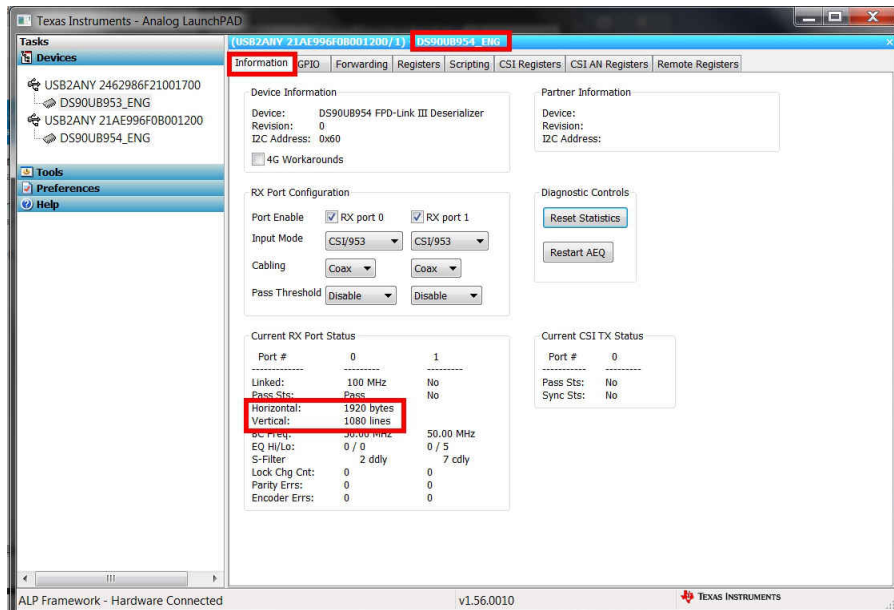

图 3-39. 在 ALP 中验证摄像头初始化
7. 导航到 DS90UB954 (或变体) 上的 “Information” 选项卡，并检查水平和垂直参数是否具有摄像头定义的适当分辨率，从而确认该模式是否已启用。图 3-39 显示水平和垂直参数分别为 3840 字节和 1080 行。另请验证直流电源 HP E3610 是否提供更多电流。